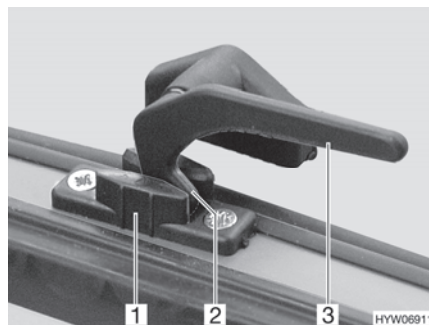

Fig. 70 Leva di serraggio in posizione "Aerazione continua"
- In posizione di "Aerazione continua" (Fig. 70)
- Ruotare tutte le leve di serraggio (Fig. 70,3) di un quarto di giro verso il centro della finestra.
- Girare nuovamente all'indietro tutte le leve di serraggio. Riportare contemporaneamente il nasello di chiusura (Fig. 70,2) nella rientranza della chiusura della finestra (Fig. 70,1).